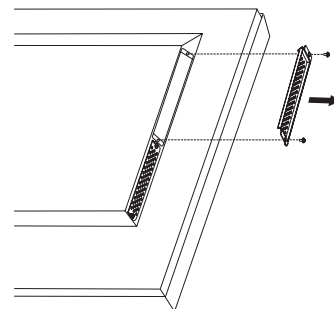

Figura 1
- Rimuovere la copertura dello slot svitando le viti (Figura 1).